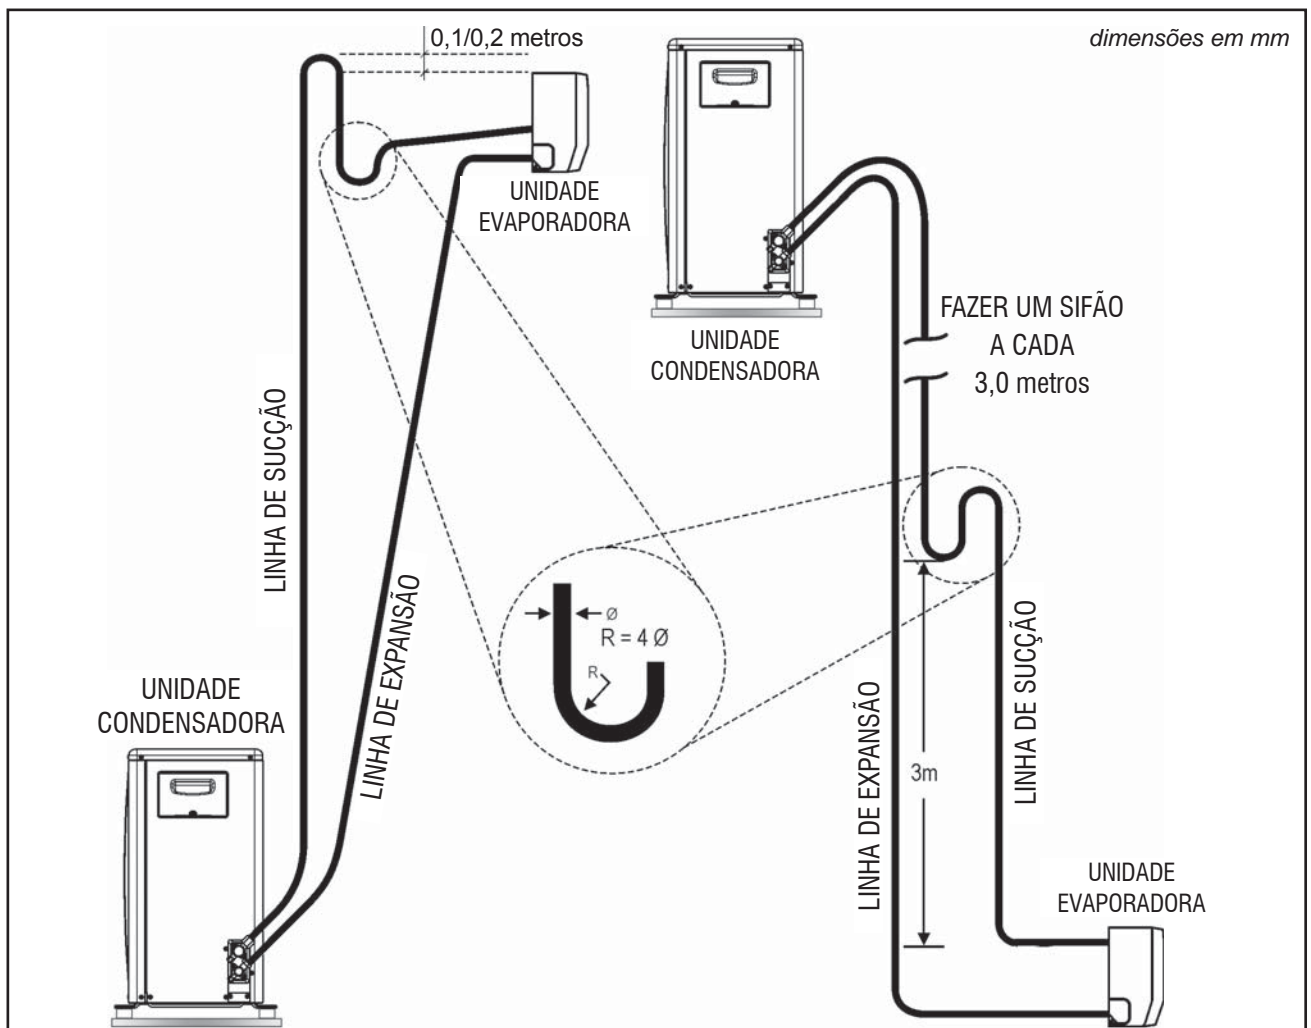

FIG. 15 - SIFÃO NA LINHA DE INTERLIGAÇÃO
- 1º Elevar a linha de sucção acima da unidade evaporadora antes de ir para a unidade condensadora (0,1 m), quando a evaporadora estiver acima ou no mesmo nível da condensadora. (Fig. 15)
- 2º Fazer sifões nas subidas da linha de sucção a **cada 3,0 m**, incluindo a base (saída da evaporadora). Caso o desnível seja menor que 3,0 m faça apenas na base. (Fig. 15)